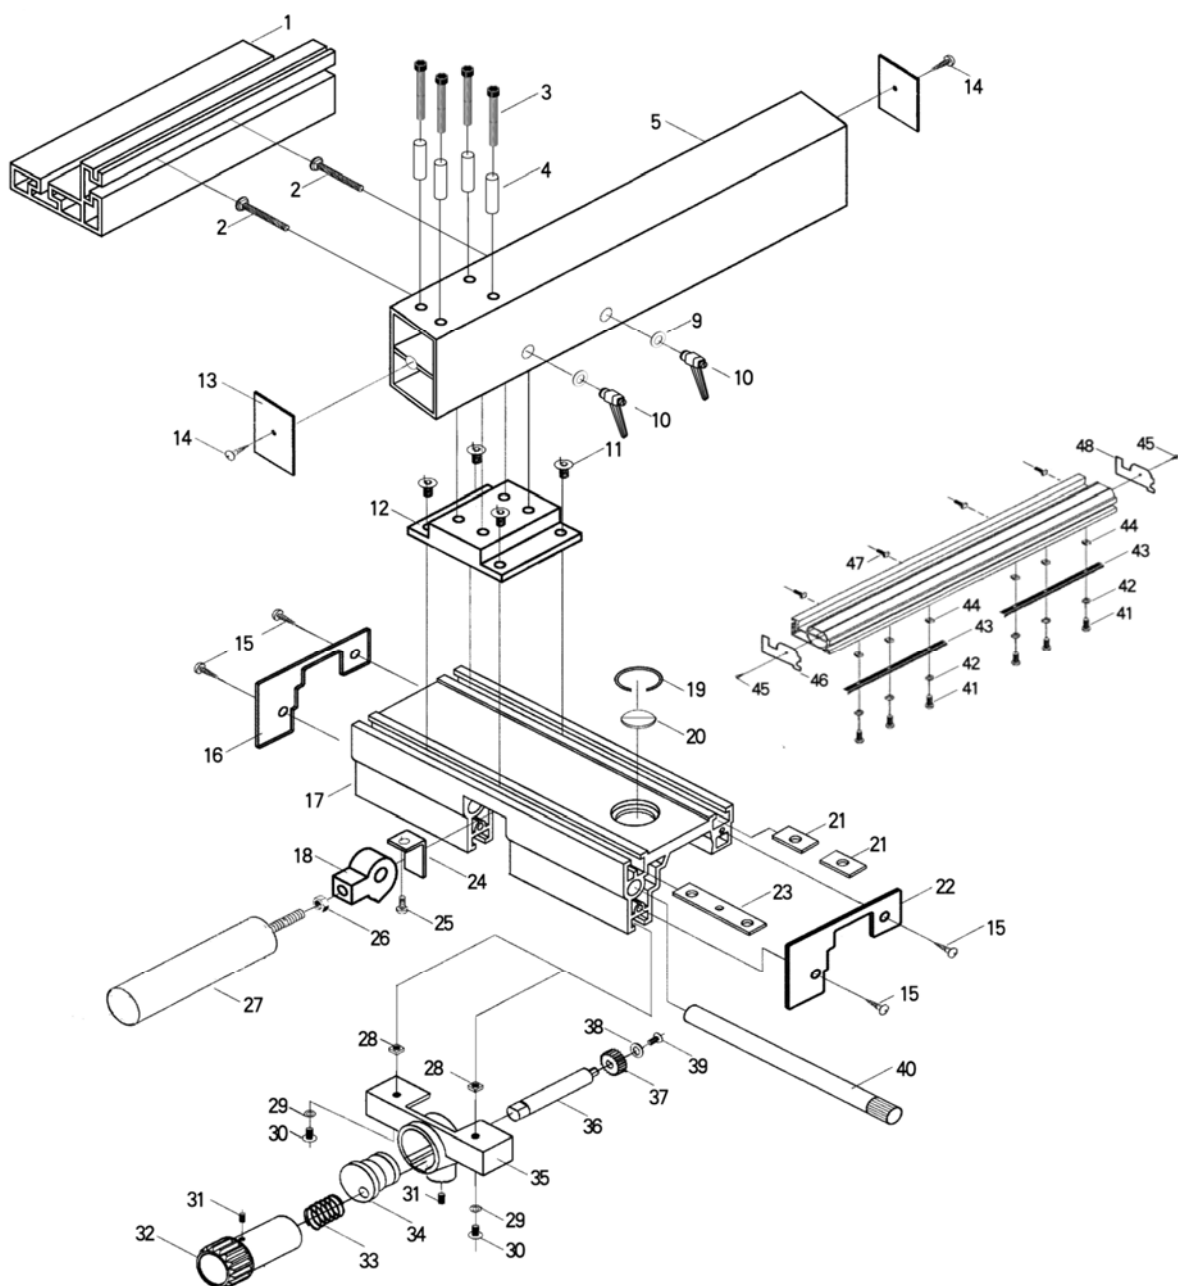

Рисунок 22.
- Открутите болт **18** (рис. 22) в сборочном узле, чтобы снять установочную пластину **14**.